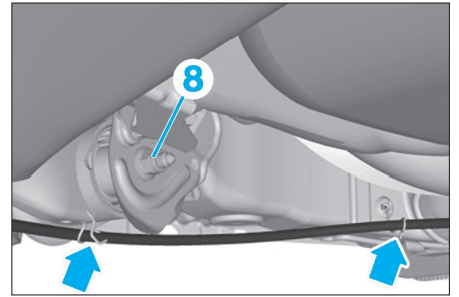

FIG. 81
- Extraire le flexible de frein (7) de l'essieu.
- Déposer les câbles de frein à main de leurs supports (Fig.81).